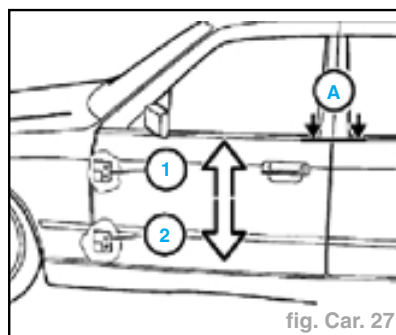

fig. Car. 27
- Vérifier si la porte avant arrive bien à la même hauteur que la porte arrière, corriger si nécessaire (A) (fig. Car. 27).
- desserrer les écrous des charnières (1) et (2) et ajuster la position de la porte en la faisant pivoter ou en la déplaçant (fig. Car. 27),
- Pour corriger le dépassement, retirer les écrous de la charnière (2) et modifier le nombre et/ou l'épaisseur des cales de la charnière (2) (fig. Car. 27).